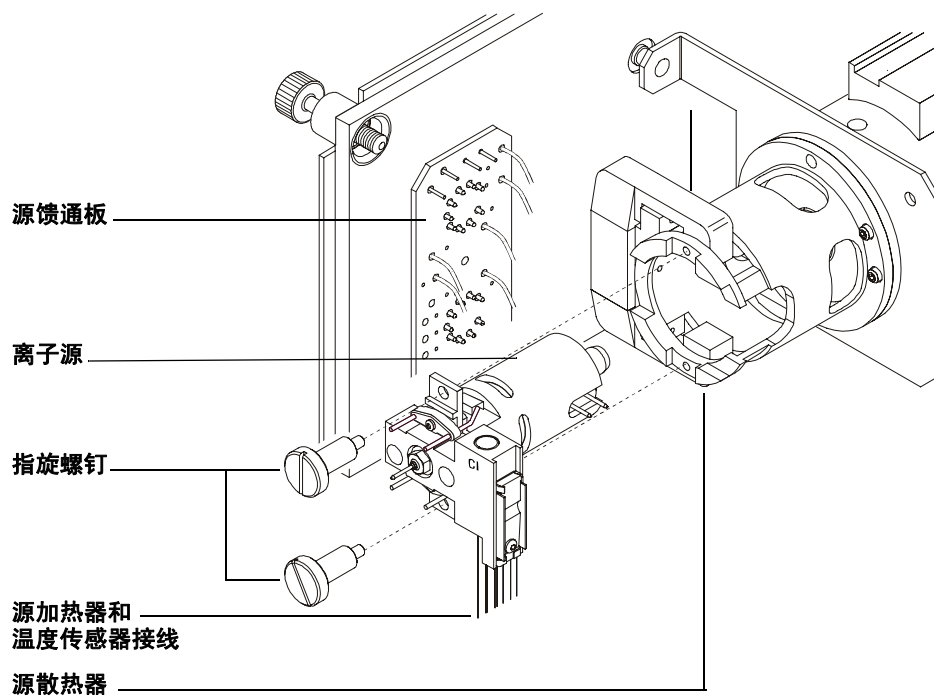

图 34 取出离子源
- 3 从离子源上拔下七根接线。不要过分弯折这些接线（图 34 和表 20）。